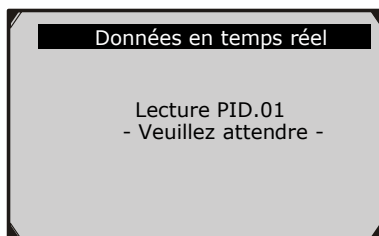

Figure 5.11
- 2) Attendez quelques secondes pendant que le scanner valide la CARTE PID. (Figure 5.11)